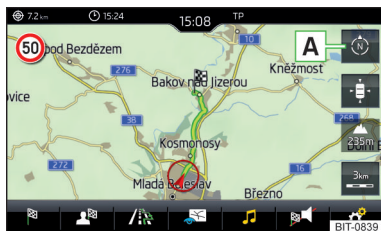

Abb. 197
► Zur **Änderung der Kartenausrichtung** im Hauptmenü *Navigation* die Funktionsfläche **A** » Abb. 197 antippen.